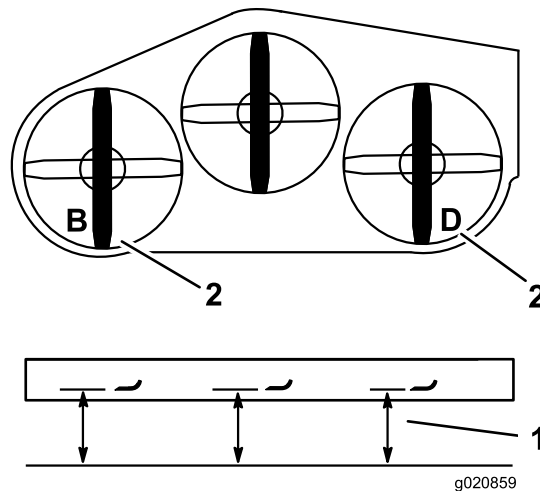

図 85
2. **B**位置で、平らな床面からブレードの刃先までの高さを測り、測定値を記録する **図 85**。
3. **D**位置で、平らな床面から右側ブレードの刃先までの高さを測り、測定値を記録する **図 85**。
注 **B**位置における測定値が、**D**位置における測定値の±3mm以内であれば適正とする。(**図 85**)。高さの差がこの範囲内には以下の手順で調整する。